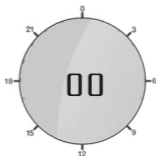

Рисунок 10. Начальная индикация в режиме программирования таймера
Нажмите клавишу меню  $\equiv$  (1) для возврата в режим программирования таймера, на дисплее появится индикация «00» (рис. 10).